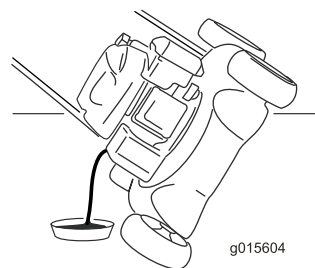

Figura 29
7. Inclinate la macchina sul fianco, con il tubo di riempimento dell'olio in basso, per vuotare l'olio usato attraverso il tubo di riempimento in una bacinella di spurgo (Figura 29).